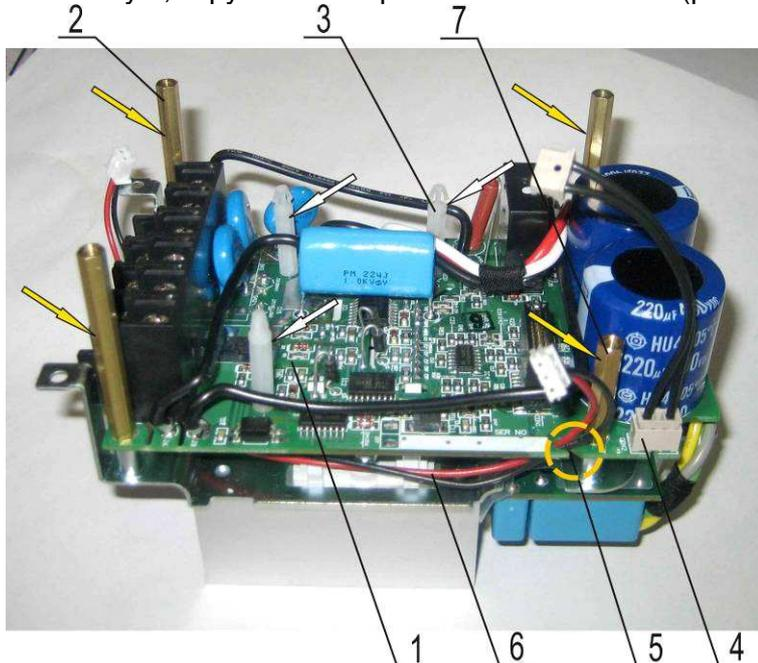

Рис. 7.11
7.3.6. Установить в отверстия платы 1 стойки 3, приложив рукой усилие вниз до щелчка (рис. 7.11).
7.3.9. Закрепить плату 1, вкрутив в отверстия платы стойки 2 (рис. 7.11).
7.3.14. Соединить розетку 4 с разъёмом на плате 1 (рис. 7.11).
7.3.15. Проложить кабель 6 под платой. Вывести кабель 6 со стороны клеммника. Закрепить кабель в паз 5 платы 1 (рис. 7.11).